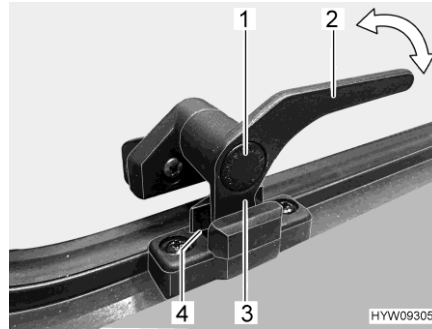

Bild 23 Låsarm (läget "kontinuerlig vädning")
- I läget "kontinuerlig vädning" (Bild 23)
- Tryck på låsknappen (Bild 23,1) och håll den nedtryckt.
- Sväng låsarmen (Bild 23,3) ett kvarts varv mot fönstrets mitt.
- Vrid tillbaka låsarmen. Därvid måste låsarmens låsspak (Bild 23,3) föras in i spåret på fönsterlåsen (Bild 23,4).
- Släpp låsknappen (Bild 23,1).